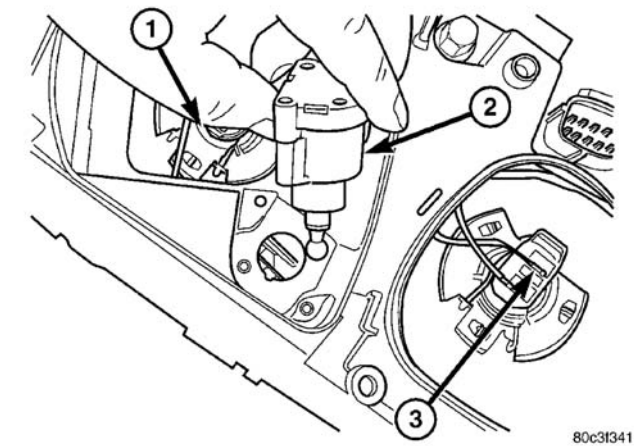

图 14 前照灯调平电机—出口型
- (1) 断开并隔离蓄电池负极电缆。
- (2) 拆下前照灯装置。
- (3) 从前照灯调平电机上拆下电器接头。
- (4) 拆下两个固定螺钉。
- (5) 轻轻地从前照灯装置中撬出电机（图14）。